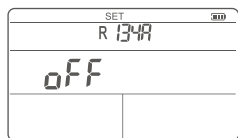

Figura 9 Pantalla de desconexión automática
2. Pulse  dos veces brevemente para cambiar al ajuste de apagado automático (figura. 9).